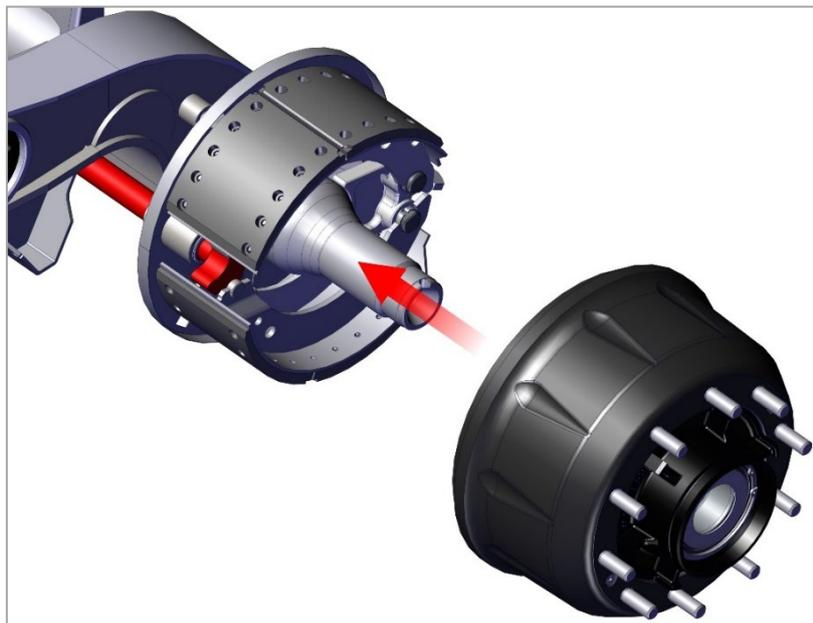

Рис. 13. Монтаж тормозного барабана.
1) Если ступица и барабан были сняты с оси, то выполняйте монтаж компонентов в порядке, обратном порядку снятия (рис. 13).